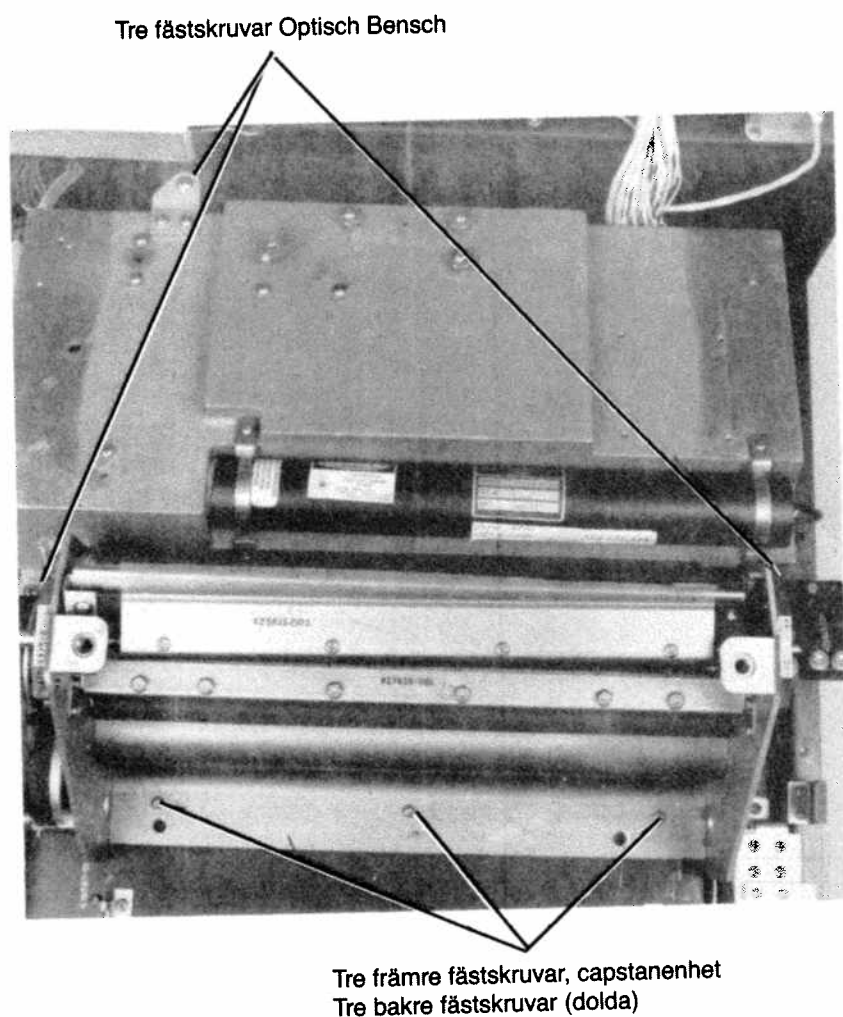

Bild 4. Capstanenhet, Optisch Bensch, infästning
- Lossa de sex fästskruvarna för capstanenheten, se bild 4.
- Lossa de tre fästskruvarna, se bild 4.